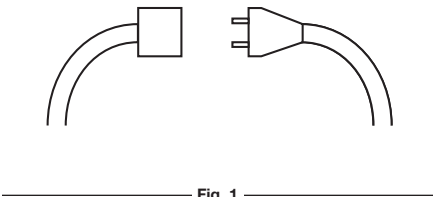

Fig. 1
1. Conecte el enchufe de corriente a la extensión (Fig. 1).
3. Desconecte el enchufe de corriente de la extensión (Fig. 1).